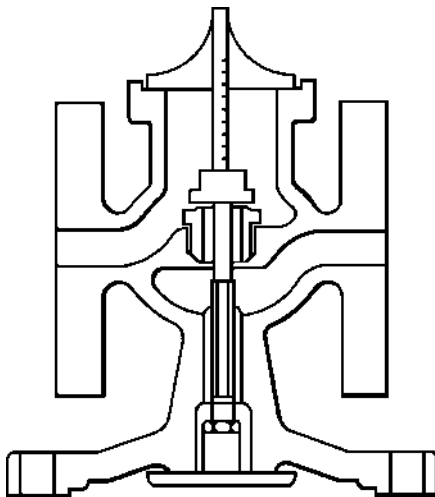

Рис. 7
9. После замены деталей или после замены толкателя (23) может оказаться необходимо переустановить толкатель, чтобы добиться правильного подъема главного клапана.
11. Опустите толкатель (23) так, чтобы плунжер (21) опустился на седло.
12. Теперь плунжер может быть поднят надавливанием на пластину (24). См. рис. 7. Используя нутромер, замерьте подъем плунжера, который должен соответствовать, указанному в нижеприведенной таблице.
13. Если подъем отличается от приведенного, отдайте контргайку (25) и, закручивая или выкручивая толкатель (23) из пластины (24), измените его длину. После этого закрутите контргайку (25).
15. Убедитесь, что место установки прокладки под блок пилотного клапана чистое. Установите плунжер (21) и возвратную пружину (20).
16. Установите прокладку (19) в ее посадочное место, установите блок пилотного клапана и затяните гайки (11) моментом затяжки, указанным в табл. 1.